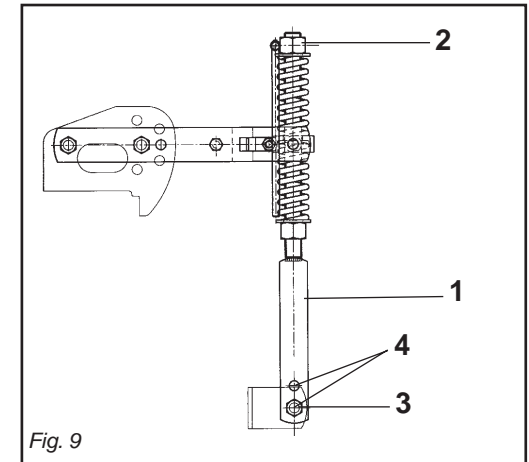

Fig. 9
- 6 - Il martinetto a molla (1 Fig. 9) oltre a sostenere la lamiera livellatrice ed ammortizzarla nel trasporto su strada, serve a evitare il ribaltamento della macchina durante il parcheggio.
La regolazione del precarico sulla molla si effettua avvitando e svitando il dado superiore (2 Fig. 9), agendo con l'apposita leva.
A seconda della posizione, determinata del bullone (3 Fig. 9) sui vari fori posti nel martinetto (4 Fig. 9) si riesce ad aumentare o diminuire l'effetto della lamiera livellante sul terreno.
- 6 - *Besides supporting the levelling plate and acting as a shock absorber for it during road transport, the spring ram (1 Fig. 9) prevents the machine from overturning when parking. To adjust the spring pre-loading, screw or unscrew the upper nut (2 Fig. 9) using the spring adjuster. The effect of the levelling plate on the soil can be increased or decreased depending on the position, established by the position of the nut (3 Fig. 9) in the various holes in the ram (4 Fig. 9).*
- 6 - *Le vérin à ressort (1 Fig. 9) sert de soutien à la tôle de nivellement et de suspension pendant le transport sur route, pour éviter le basculement du cultivateur lors du stationnement. Pour régler la pression du ressort, vissez ou dévissez l'écrou supérieur (2 Fig. 9) avec la manivelle. L'effet de la tôle de nivellement sur le terrain peut être augmenté ou diminué en changeant la position du boulon (3 Fig. 9) dans les différents trous du vérin (4 Fig. 9).*
- 6 - El gato de resorte (1 Fig. 9), además de sostener la chapa de nivelación y protegerla durante el transporte en carretera, sirve para evitar el vuelco de la máquina durante el estacionamiento.
Por regular la presión sobre el resorte, atornillar o destornillar la tuerca superior (2 Fig. 9) con el gato.
De acuerdo a la posición, determinada de la turca (3 Fig. 9) en los diversos orificios del gato (4 Fig. 9) se logra aumentar o disminuir el efecto de la chapa de nivelación sobre el terreno.
- 6 - Die Federwinde (1 Abb. 9) trägt nicht nur das Planierschild und dient beim Straßen-transport zur Dämpfung von Stößen, sondern sie soll auch verhindern, daß die Maschine während des Parkens umkippt.
Um die Feder zu verstellen, verschrauben oder aufschrauben Sie die obere Mutter (2 Abb. 9) mit dem Spindel.
Je nach der Position, die durch der Mutter (3 Abb. 9) in den verschiedenen Löchern des Windenrohres (4 Abb. 9) festgelegt wird, kann die Wirkung des Planierschildes auf den Boden erhöht oder verringert werden.